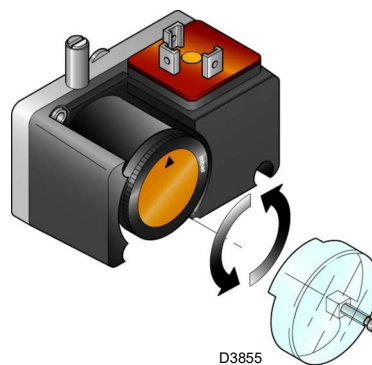

Fig. 30
- Régler le pressostat gaz minimum (Fig. 30 à la page 34) en début d'échelle.
Effectuer le réglage du pressostat gaz seuil minimum (Fig. 30) après avoir réglé le brûleur, les vannes de gaz et le stabilisateur de rampe.